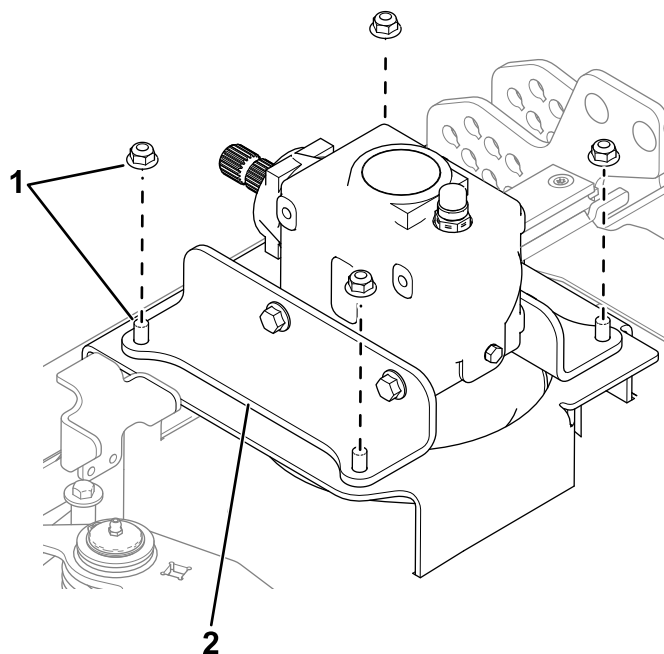

Figura 2
1. Retire os quatro conjuntos de ferragens que prendem o suporte da caixa de velocidades à unidade de corte (Figura 2).